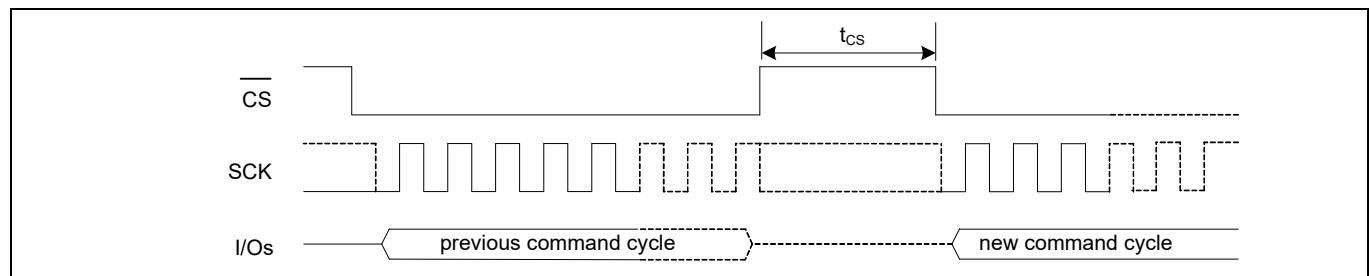

Figure 116 チップセレクト解除 (CS HIGH) - t_{CS} タイミング
24. t_{CS} は新コマンド サイクルが特別の SPI モード (SPI, DPI, または QPI) で開始する前に最小のチップセレクト解除 (\overline{CS} HIGH) 時間です。このパラメータはホストが新コマンド サイクルを開始する前に以前の動作が正常に完了されたことを保証します。Figure 116 を参照してください。
24. t_{CS} は新コマンドサイクルが特別の SPI モード (SPI, DPI, または QPI) で開始する前に最小のチップセレクト解除 (\overline{CS} HIGH) 時間です。このパラメータはホストが新コマンドサイクルを開始する前に以前の動作が正常に完了されたことを保証します。Figure 116 を参照してください。
- 28.t_{CS} は新コマンドサイクルが特別の SPI モード (SPI または QPI) で開始する前に最小のチップセレクト解除 (CS HIGH) 時間です。このパラメータはホストが新コマンドサイクルを開始する前に以前の動作が正常に完了されたことを保証します。Figure 116 を参照してください。